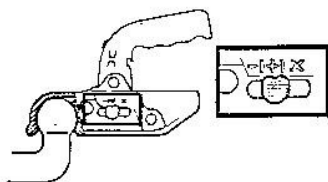

Рис. 2
5. При правильном соединении контрольный индикатор находится в положении "+" (Рис.2).